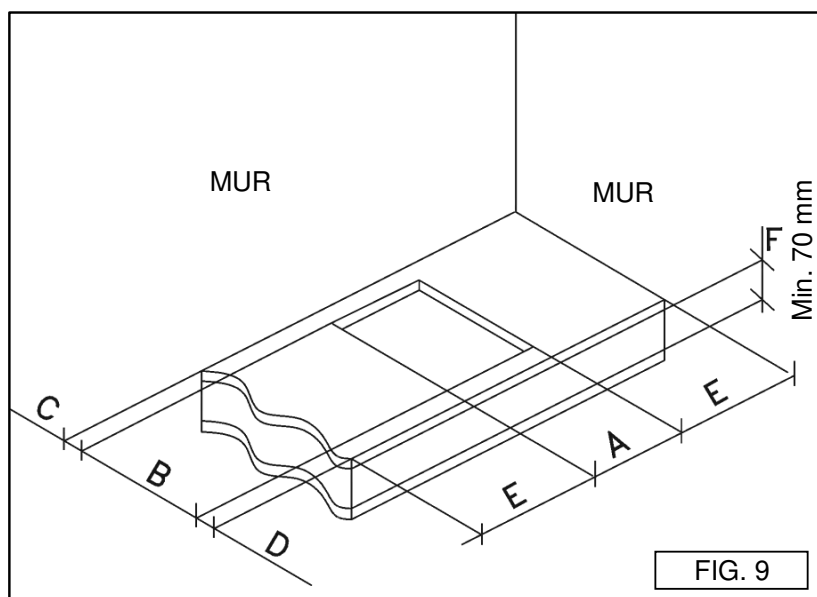
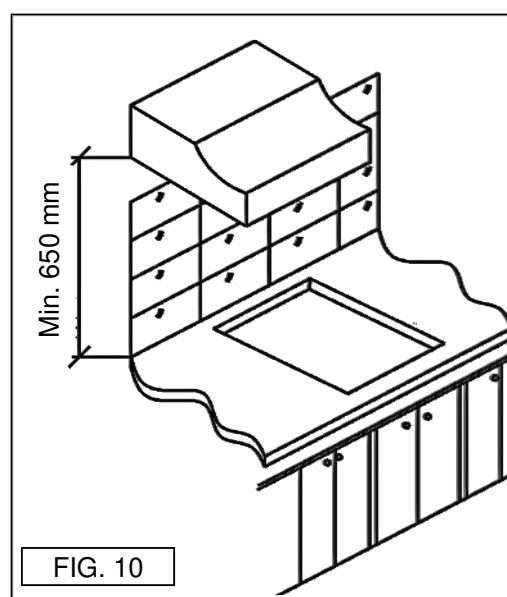

FIG. 9
FIG. 10
Pour encaster la plaque, il est nécessaire de faire une découpe dans le plateau supérieur du meuble modulaire avec les mesures, indiquées dans la fig. 9, et s'assurer de l'observation des mesures critiques de l'espace où l'appareil doit être installé (voir la fig. 10).
- Pour exclure le contact involontaire avec la surface de la caisse de la plaque, surchauffée pendant son fonctionnement, il est nécessaire de placer un séparateur en bois, fixé par vis, à la distance minimale de 70 mm de la plaque (fig. 9).
*L'installateur doit être informé que l'appareil peut être installé avec une seule paroi latérale (à droite ou à gauche de la plaque), dont la hauteur est supérieure au niveau de la plaque de cuisson, cette paroi doit être située à la distance minimale, décrite dans la figure 9. Aussi, la paroi derrière et les surfaces adjacentes et environnantes à la plaque de cuisson doivent résister la température de 90 °C.*